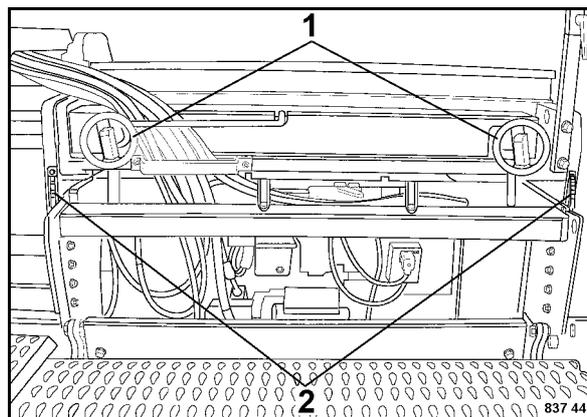

Fig. 117
- A questo scopo, senza arrestare la macchina, correggere l'altezza di stesa degli allargatori ruotando la manovella 1 (Fig. 117).